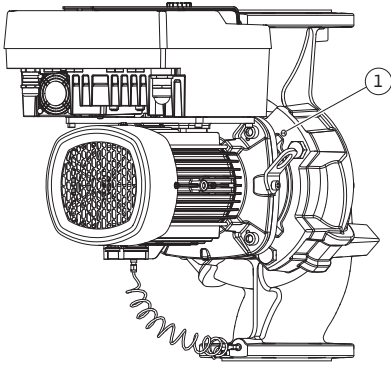
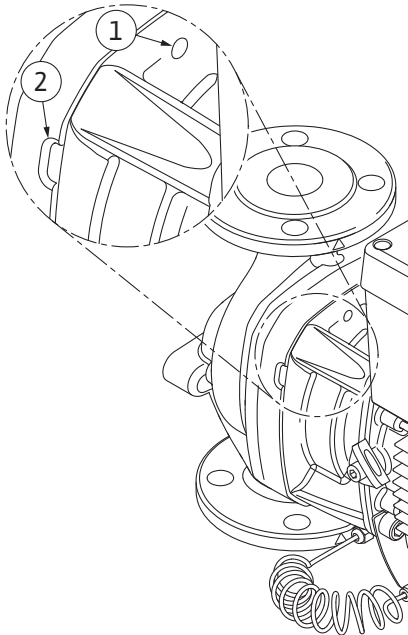

Fig. 108: A behelyezhető készlet lenyomása a menetes furatokon keresztül
Fig. 109: Menetes furatok és rések a behelyezhető készlet szivattyúházból történő lenyomásához
12. A (Fig. III, IV) szivattyútípus esetén lazítsa meg a csavarokat (29. poz.). Használja a melllette található két menetes furatot (Fig. 108, 1. poz.), és használja az építető által biztosított megfelelő csavarokat (pl. M10 x 25 mm). Nyomja le a behelyezhető készletet a szivattyúházból.
A (Fig. I és Fig. II) szivattyútípus esetén használja a két M10 menetes furatot (lásd Fig. 108) és használjon megfelelő, az építető által biztosított csavarokat (pl. M10 x 20 mm). A lenyomáshoz használhatók az egyenes hornyok (Fig. 109, 2. poz.) is. Ehhez pl. helyezzen be két csavarhúzó, és használja őket emelőként. Kb. 15 mm után a behelyezhető készlet vezetése már nem a szivattyúházban történik.